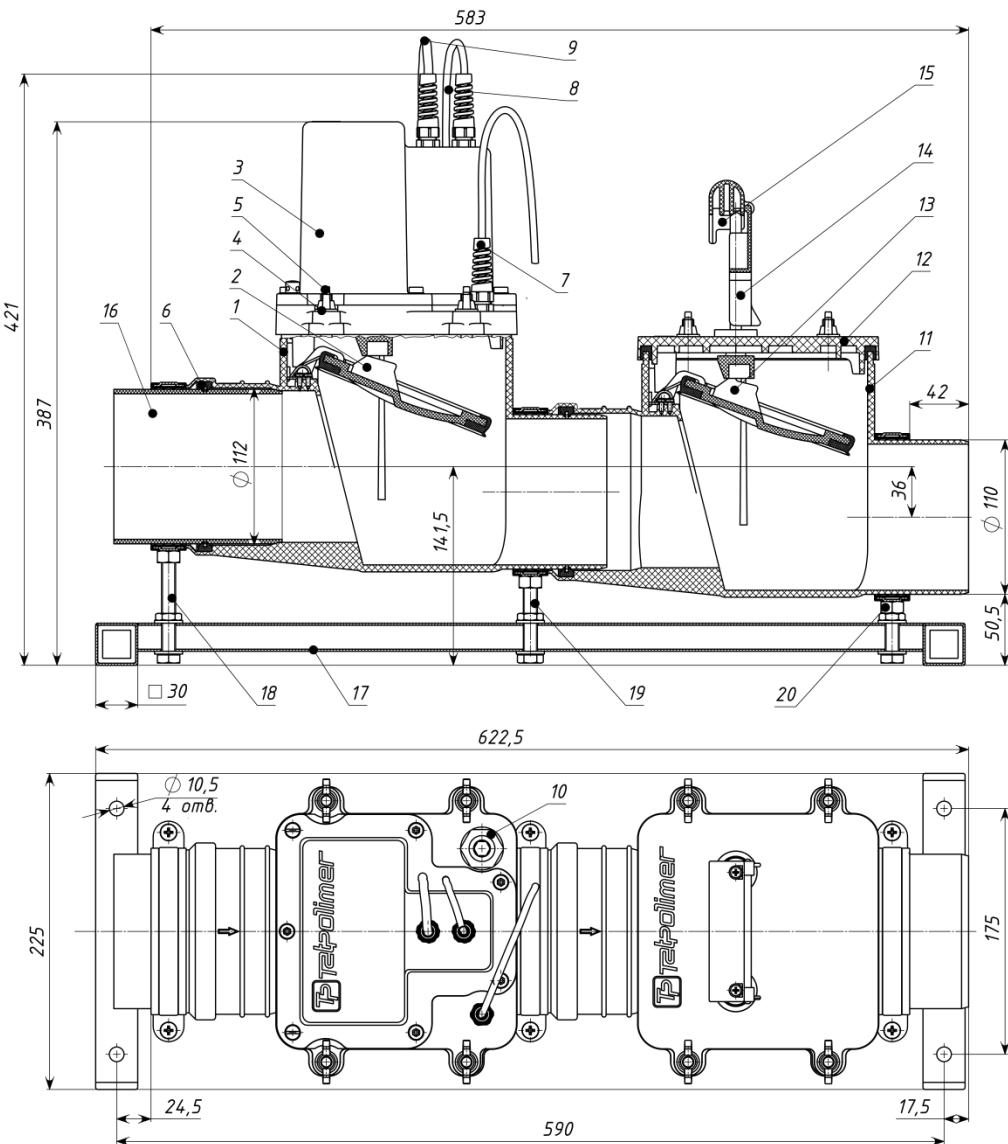
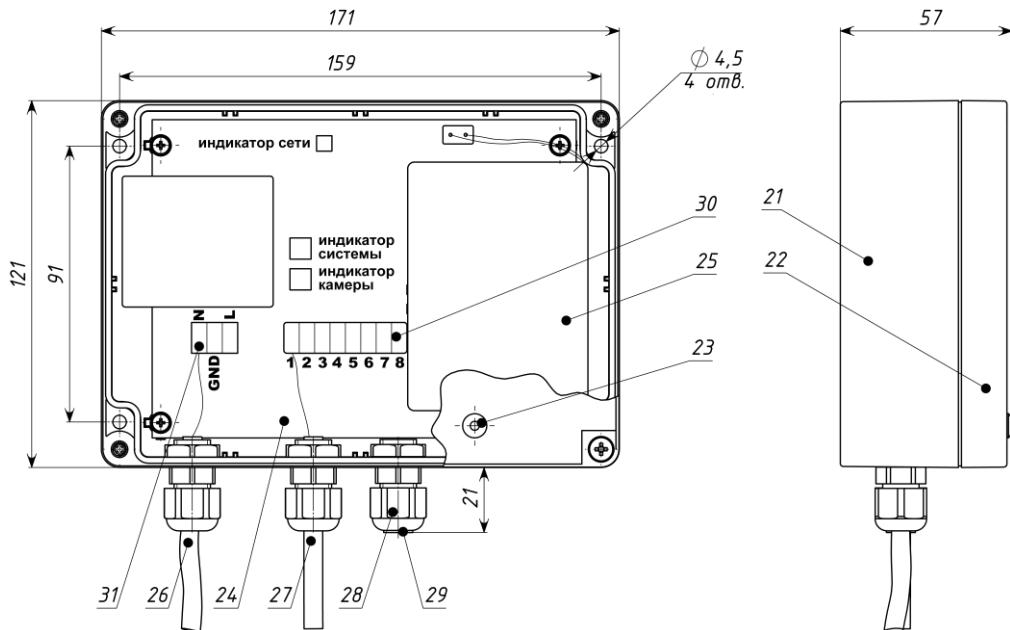
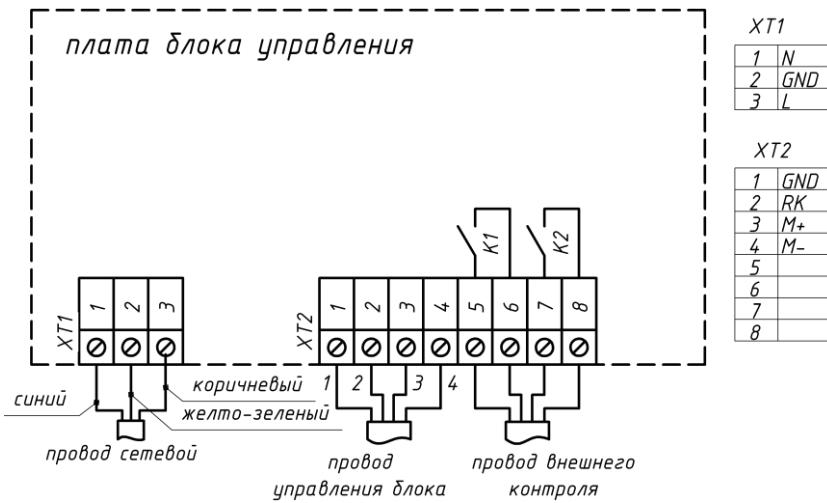

Рис. 1. Камеры на раме
Рис. 2. Блок управления
Рис. 3 Схема расположения контактов блока управления
Основные размеры приведены на рис. 1 и 2.
В состав камер затвора и рамы входят (рис. 1):
В состав блока управления входят (рис. 2):
Блок управления и камера с электроприводом электрически связаны между собой соединенными через разъем проводами 9 и 27 (рис. 1 и 2).
Система запирания затвора представляет собой две камеры, установленные последовательно и снабженные автоматическим электроприводом, а также ручным приводом с запирающими заслонками 2 и 13 (рис. 1). В **нормальном** режиме работы при отсутствии подтопления заслонки находятся в открытом положении. При этом на блоке управления (рис. 2) на индикаторе камеры сигналы отсутствуют, горят **зеленым** индикатор сети и системы. Контакты K1 и K2 (рис. 3) замкнуты.
Во время подтопления стоками выше 70% от внутреннего диаметра подающей трубы затвора, поступает сигнал с датчика 7 в блок управления. Микроконтроллер блока управления подает сигнал электроприводу на закрытие, заслонка 2 закрывается и перекрывает обратный ток стоков. На блоке управления при этом включается звуковой сигнал и загорается индикатор камеры сначала **синим** (обнаружение стоков), затем после закрытия – **красным** цветом (затвор закрыт). Контакты K1 (рис. 3) замкнуты, а контакты K2 разомкнуты.
В случае отключения электроэнергии устройство полностью сохраняет свою работоспособность в течение максимум 96 ч благодаря встроенному необслуживаемому аккумулятору. При этом на индикаторе сети сигнал отсутствует, индикатор системы горит **зеленым**, контакты K1 и K2 (рис. 3) разомкнуты. По мере разрядки аккумулятора на индикаторе системы (рис. 2) может периодически пульсировать или загораться **зеленым** цвет и подаваться звуковой сигнал.
Перед подсоединением затвора к канализационной магистрали нужно удалить транспортировочный патрубок 16 (рис. 1), отвернув для этого на длинном хомуте 18 два винта и снять верхнюю скобу хомута, затем подсоединить в место патрубка 16 канализационную трубу (компенсационный патрубок). После подсоединения затвора к канализационной трубе верхнюю скобу хомута 18 необходимо установить на место и надежно зафиксировать двумя винтами до плотного обжатия трубы. **Эксплуатация без закрепленной верхней скобы запрещена**, т.к. может привести к потере герметичности при подтоплении в результате смещения одной из камер затвора.
Для крепления блока предусмотрено 4 отверстия на корпусе 21 блока (рис. 2) диаметром 4,5 мм (крепеж в комплект поставки не входит). Провода 26 и 27 при установке блока на стене должны располагаться снизу. При монтаже необходимо учитывать, что длина провода сетевого – 3 м, а провода управления блока – 6 м.
1. Проверить от руки затяжку гаек-барашек 5 (рис. 1) электропривода 3 и крышки 12 (для удобства обслуживания, если необходимо, допускается замена гаек-барашек на гайки под ключ, входящие в комплект);
3. Проверить соединение розетки двухконтактного разъема провода 8 датчика привода (рис. 1) с вилкой датчика 7;
4. Проверить соединение вилки четырехконтактного разъема провода 9 управления привода (рис. 1) с розеткой провода 27 управления блока (рис. 2);
6. Вынуть аккумулятор 25 (рис. 2) из корпуса 21 блока и подключить двухконтактный разъем к ответной части на плате управления 24 (**соблюдать полярность при подключении**);
11. Дождаться зарядки аккумулятора в течении 6 ч (полная зарядка аккумулятора происходит в течение 48 ч, при этом на индикаторе системы (рис. 2) может периодически пульсировать или загораться **зеленый** цвет и подаваться звуковой сигнал);
1. Вынуть заглушку 23 крышки (рис. 2) на крышке 22 блока;
3. Дождаться когда на блоке управления загорится индикатор камеры **красным** цветом (затвор закрыт) и включится звуковой сигнал (контакты K1 и K2 (рис. 3) остаются в том же состоянии, что и до входа в тестовый режим);
4. Закрыть вручную заслонку 13 (рис. 1) освободив фиксатор 14 и опустив рукоятку толкателя 15 вниз до характерного щелчка;
2. Вынуть заглушку 23 крышки (рис. 2) на крышке 22 блока;
4. Дождаться когда на блоке управления загорится индикатор камеры **красным** цветом (затвор закрыт) и включится звуковой сигнал (контакты K1 (рис. 3) остаются в том же состоянии, что и до входа в тестовый режим, т.е. замкнуты, а K2 разомкнутся на время закрытого состояния затвора);
5. Дождаться когда произойдет опрос датчика, и при обязательном условии отсутствия подтопления, электропривод 3 (рис. 1) откроет заслонку 2, а звуковой сигнал прекратится (контакты K1 и K2 (рис. 3) остаются в рабочем замкнутом состоянии);
6. Установить на место заглушку 23 на крышке 22 блока (рис. 2).
2. Отвернуть гайку с защитой от перегиба на датчике 7 (рис. 1) и вынуть датчик из посадочного места;
3. Вынуть заглушку крышки 23 (рис. 2) на крышке 22 блока;
5. Дождаться когда на блоке управления загорится индикатор камеры **красным** цветом (затвор закрыт) и включится звуковой сигнал (контакты K1 и K2 (рис. 3) разомкнуты);
6. Дождаться когда произойдет опрос датчика, и при обязательном условии отсутствия подтопления, электропривод 3 (рис. 1) откроет заслонку 2, а звуковой сигнал прекратится (контакты K1 и K2 (рис. 3) разомкнуты)
9. Установить на место заглушку 23 (рис. 2) на крышке блока 22;
10. Подключить блок управления к сети, вставив вилку провода сетевого в розетку 220 В (контакты К1 и К2 (рис. 3) замкнуты);
3. Дождаться когда на блоке управления загорится индикатор камеры **красным** цветом (затвор закрыт) и включится звуковой сигнал (контакты К1 и К2 (рис. 3) остаются в том же состоянии, что и до входа в тестовый режим).